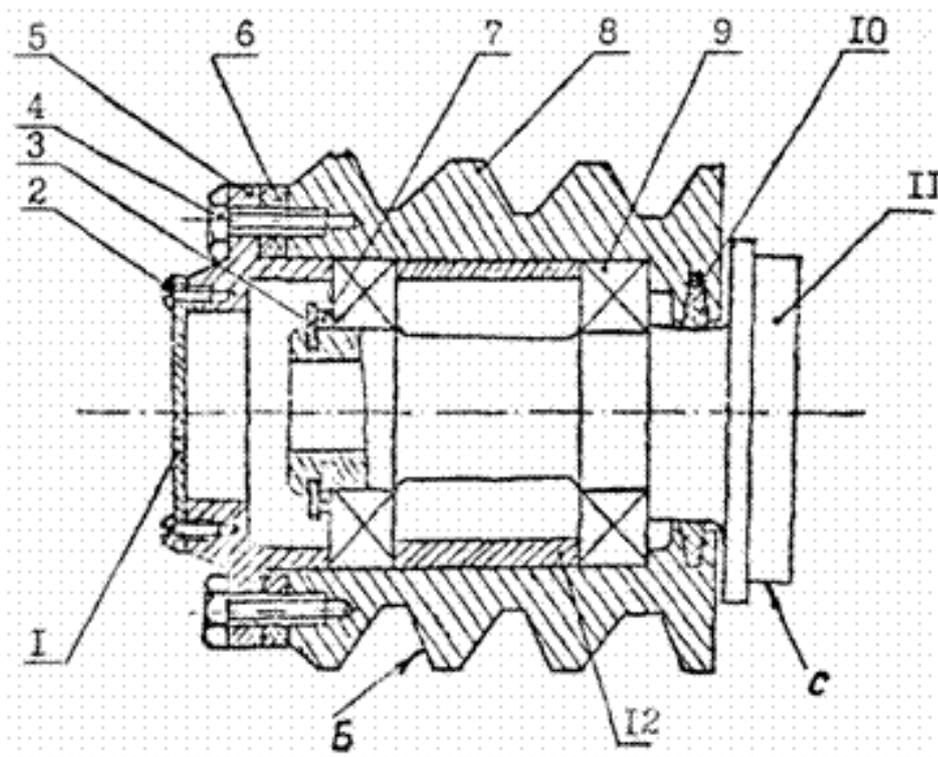

Рисунок 5 – Ступица в сборе:
1. Изучить рисунок 5 и теоретический материал
Разработка технологической схемы сборки начинается с определения базовой детали (или узла) и деления изделия на узлы, подузлы и детали (рисунок 5).